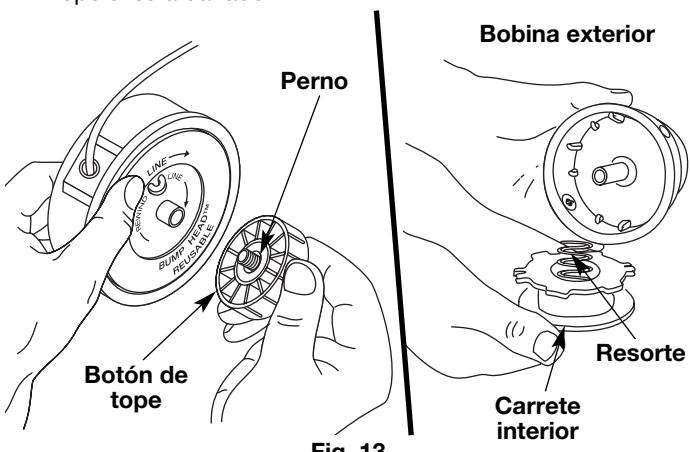

Fig. 13
1. Sostenga la bobina exterior con una mano y desenrosque el botón de tope en sentido antihorario (Fig. 13).
2. Saque el carrete interior de la bobina exterior (Fig. 13).
3. Saque el resorte del carrete interior (Fig. 13).
- Sostenga la bobina exterior con una mano y desenrosque el botón de tope en sentido horario. Inspeccione el perno dentro del botón de tope para verificar que se mueva con libertad. Cambie el botón de tope si está dañado (Fig. 13).
- Saque el carrete interior viejo de la bobina exterior (Fig. 13).
- Saque el resorte del carrete interior viejo (Fig. 13).